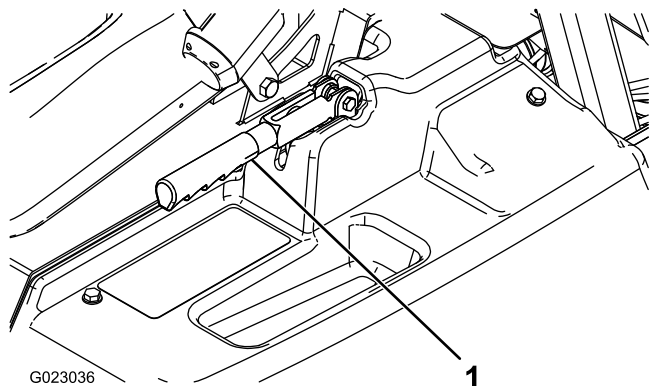

Figura 53
2. Slăbiți urubul care fixează butonul pe maneta frânei de parcare (Figura 53).